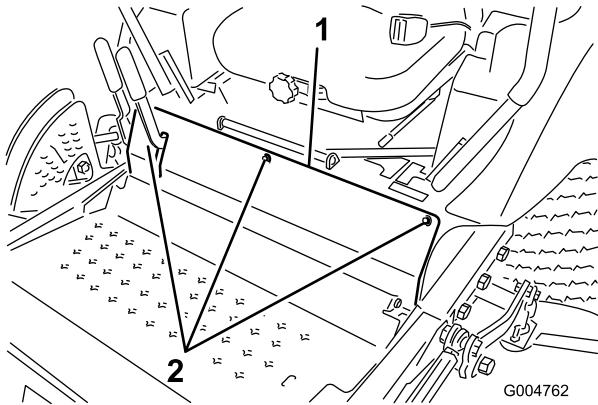

図 56
- 前パネルを止めているボルトを外して前パネルを外す(図 56)。